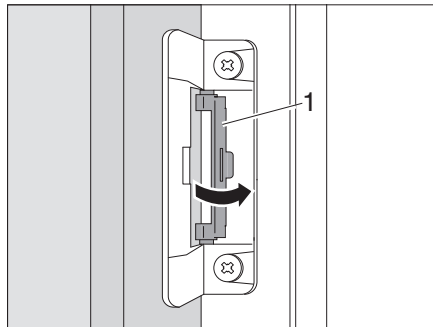

Fig. 332 Remettre le dispositif de blocage dans la position initiale
- Remettre le dispositif de blocage (Fig. 332,1) dans la position initiale.